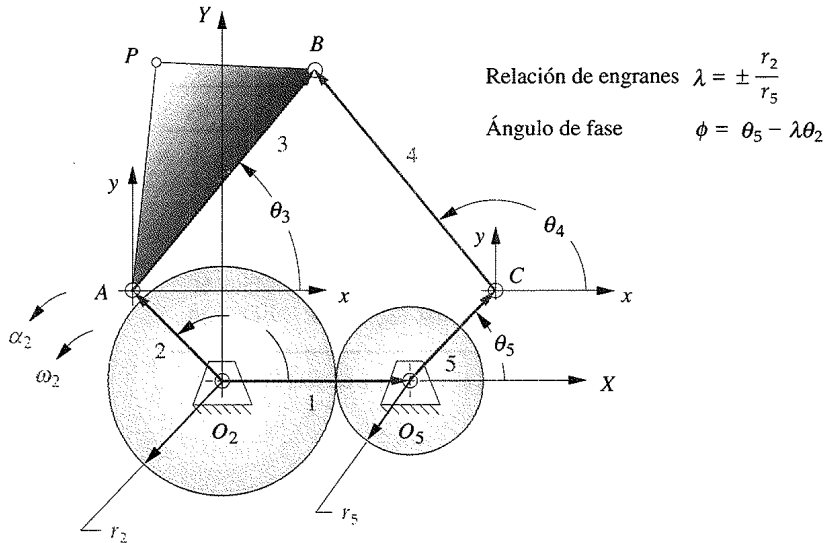

FIGURA P7-4 Configuración y terminología para los problemas 7-9 y 7-60
- *7-9 En la tabla P7-4 (p. 257) se definen las longitudes de los eslabones, la relación de engranes (λ), el ángulo de fase (ϕ) y los valores de θ_2 , ω_2 y α_2 , para algunos mecanismos de cinco barras engranados. La configuración y terminología generales de los mecanismos se muestran en la figura P7-4 (p. 258). Para la(s) fila(s) asignada(s), encuentre α_3 y α_4 , y la aceleración lineal del punto P.
- †7-10 El conductor de un automóvil tomó una curva demasiado rápido. El carro gira fuera de control alrededor de su centro de gravedad (CG) y patina fuera de la carretera en dirección norte. La fricción